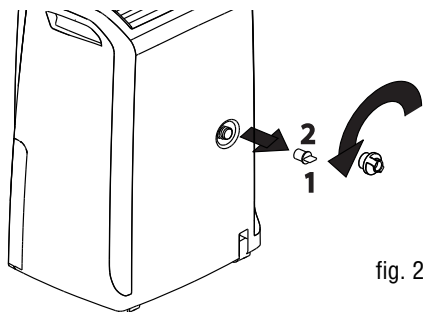

fig. 2
- 1) Svitare il tappo di protezione **1** ruotandolo in senso antiorario e rimuovere il tappo in gomma dal beccuccio **2** (fig. 2).